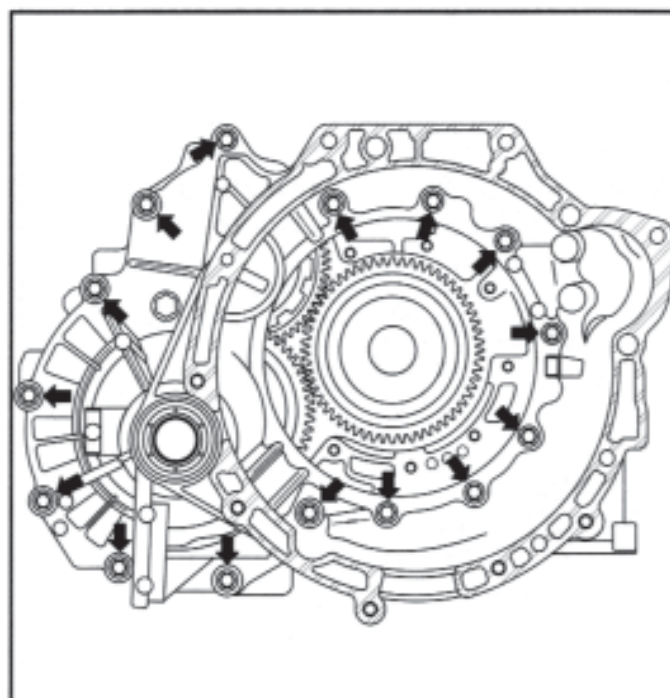

Figura 149
71. Instale os 15 parafusos conforme ilustrado na Figura 149.